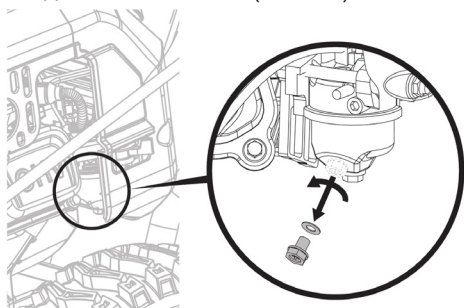

Рис. 26. Обслуживание карбюратора
1. Установите под карбюратор подходящую емкость (Рис. 26).
3. Открутите болт сливного отверстия и слейте топливо из поплавковой камеры карбюратора в приготовленную для этого ёмкость (Рис. 26).